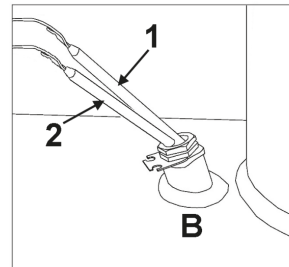

fig. 16 - Pozzetto B
Inserire nel pozzetto "B" (fig. 16) il bulbo del termostato 1° stadio (1) e quello del termostato 2° stadio (2).